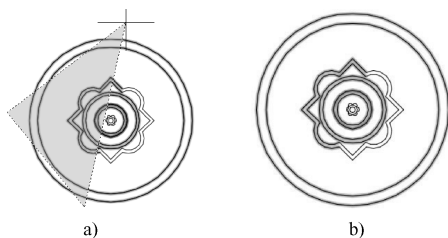

图 5-4 “圈围”对象选择方式
(8) 圈围 (WP): 使用一个不规则的多边形来选择对象。根据提示, 用户依次输入构成多边形所有顶点的坐标, 直到最后按〈Enter〉键结束操作, 系统将自动连接第一个顶点与最后一个顶点, 形成封闭的多边形。凡是被多边形围住的对象均被选中 (不包括边界), 执行结果如图 5-4 所示。